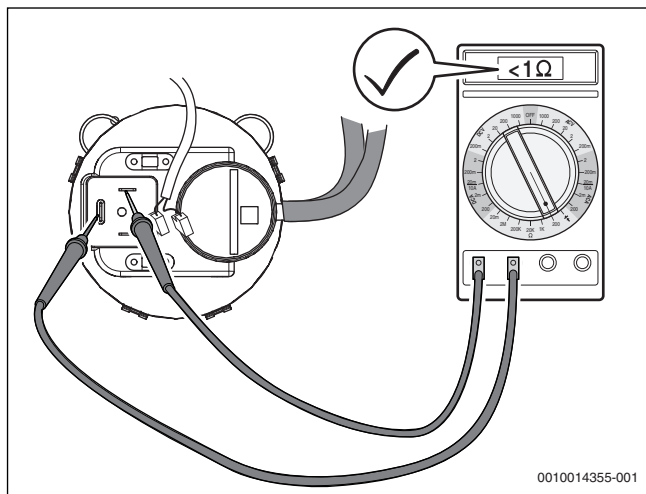

Рис. 67 Проверка проводимости дифференциального реле давления (реле в порядке)
- ▶ Отсоедините электрические провода на дифференциальном реле давления и измерьте сопротивление на контактах (→ рис. 67).